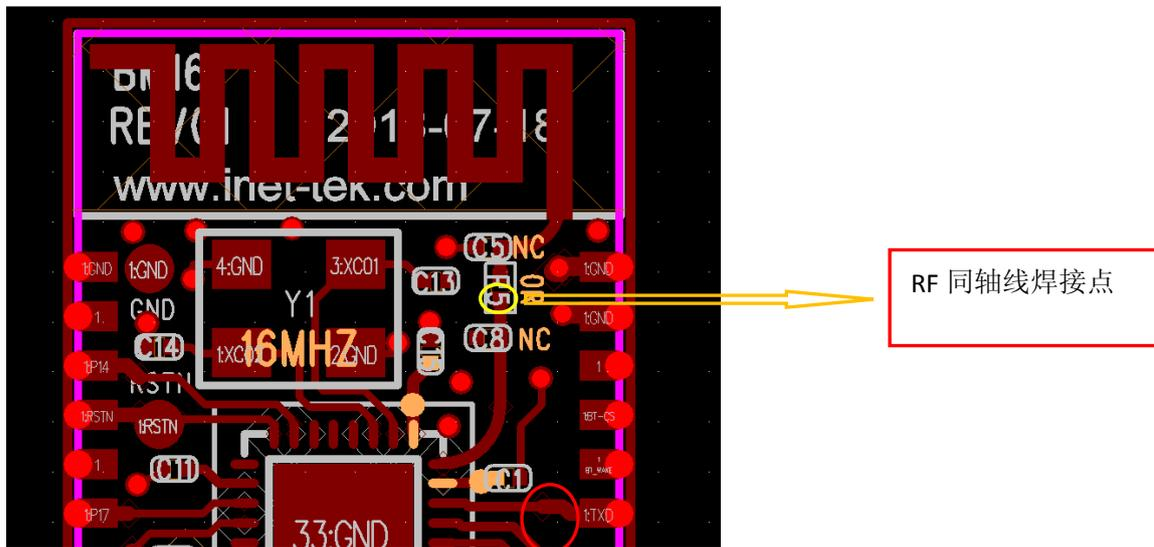

图 3: BM16 PCB 图
2)、RF 同轴线的焊接: 将 R5 (电阻) 去掉, 焊接点如图, 请参考下面的 PCB 图(图 3 所示)。